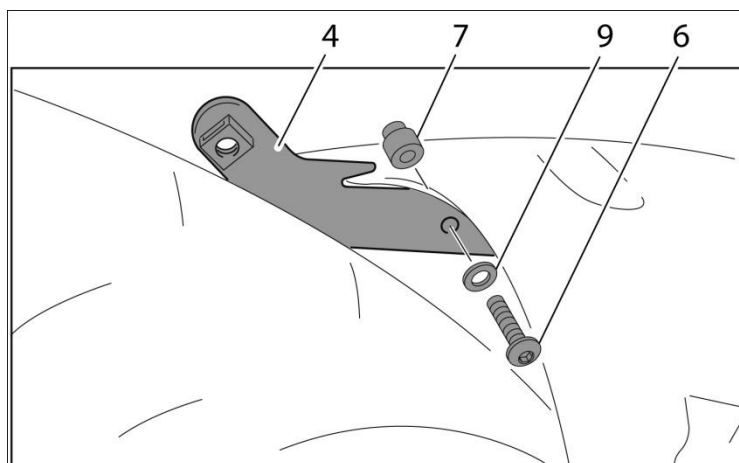

FIGURE 2
- 2- Para el lado contrario, sacar la guía de cadena que se encuentra en el interior del basculante. A continuación colocar el casquillo (7) en el interior de la guía y fijar el herraje (4) con el tornillo (6) y la arandela (9) suministrados tal y como indica la fig.2. La arista del herraje debe quedar apoyada en el basculante tal y como muestra la fig.2. Para efectuar esta operación es recomendable sacar la cadena de la motocicleta y retrasar la rueda para facilitar el acceso a la zona.
- 2- On the other side, remove the chain guide that is on the interior part of the swing arm. Next, place the cylinder (7) in the guide's interior and tight the hardware (4) with the screw (6) and washer (9) supplied as the figure 2 shows. The edge of the hardware should rest on the swing arm as the figure 2 shows. In order to do this, it is recommended to take out the chain and put back the wheel to ease the access to the area.
- 2- Im Gegenteil entfernen Sie die Kettenführung, die innerhalb der Schwinge ist. Nachfolgend, legen Sie die Buchse (7) innerhalb der Führung und befestigen Sie den Halter (4) mit der Schraube (6) und die Mutter (9) geliefert wie die Abbildung gezeigt. Um diesen Betrieb zu ausführen, empfehlen wir um die Motorrad-Kette zu entfernen und verzögert das Rad, um den Zugriff auf den Bereich zu erleichtern.